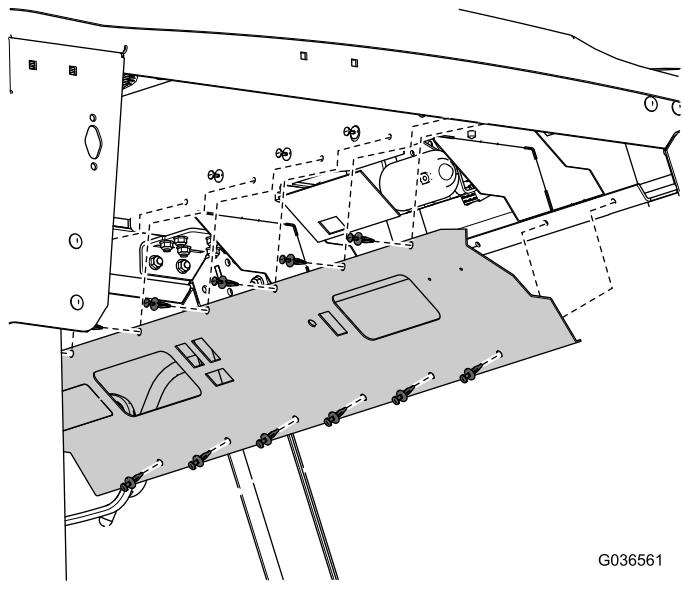

Рисунок 1
4. Снимите переднюю панель (Рисунок 1).